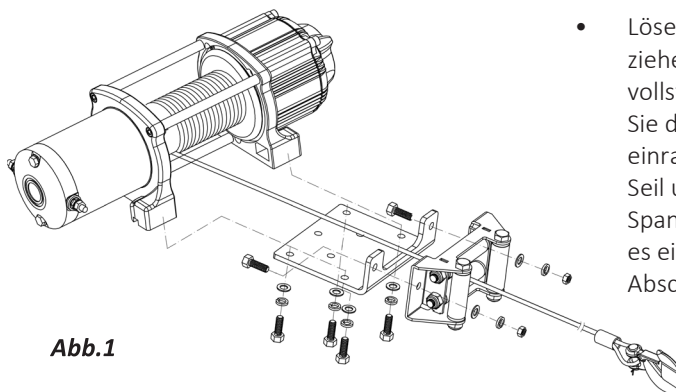

Abb.1
- Die Winde ist mit Zugrichtung senkrecht zu den Befestigungsschrauben zu montieren. Siehe Abb. 1